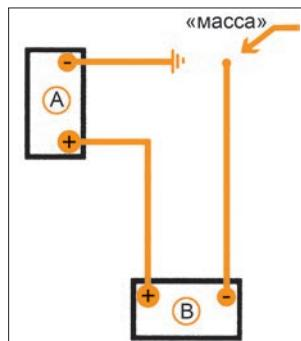

Рис. 21. Схема подключения вспомогательной батареи
2. Для подключения к вспомогательной батарее должны быть использованы провода только с достаточным поперечным сечением (не менее 16 мм²). Провода соединяйте следующим образом: сначала один конец провода присоедините к положительному полюсу разряженной батареи «А» (рис. 21), затем другой конец к положительному полюсу вспомогательной аккумуляторной батареи «В». Затем конец второго провода присоедините к отрицательному полюсу вспомогательной батареи, а другой конец к «массе» автомобиля, как показано на рисунке.